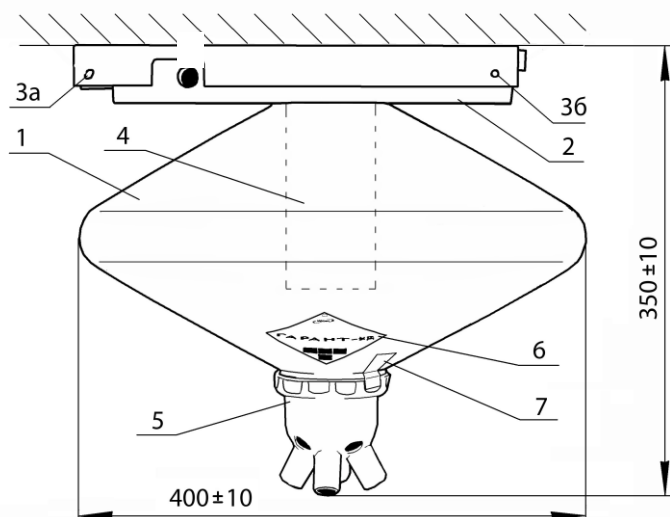

Рис. 1 – Конструкция МПП «Гарант-12КД»
4.1 Модуль «Гарант-12КД» конструктивно исполняется в двух вариантах: исп. 1 и исп. 2 (см. рис. 1)1.